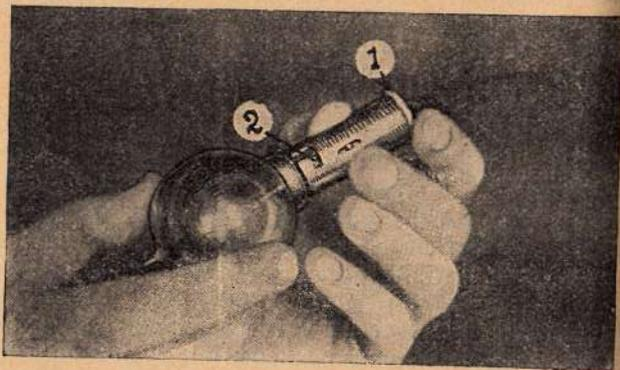

Рис. 14. Вставка лампочки в патрон.
Перед вставкой лампочки в патрон предварительно отвертывают гайку (рис. 14 — 1) и одновременно вставляют лампочку так, чтобы шипы (2) на ее цоколе вошли в прорези патрона. Отвертывание гайки (1) про-
1) При таких поворотах патрона нужно следить, чтобы кольцо его (рис. 14—1) не отвертывалось бы, иначе может погаснуть свет.